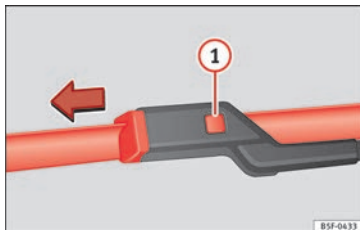

Fig. 62 Remplacement des balais de l'essuie-glace avant.
- Appuyez sur la touche de déverrouillage » fig. 62 ① en tirant légèrement sur le balai dans le sens indiqué par la flèche.